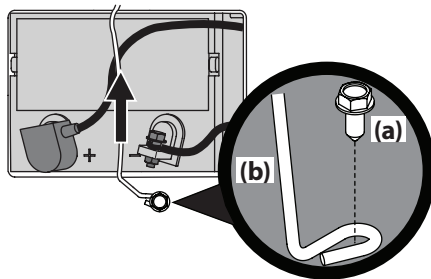

Figure 4-11
- Retirez le boulon hexagonal (a) qui fixe la tige de retenue de la batterie (b) au châssis. Faites pivoter la tige de retenue de la batterie (b) vers le haut et retirez la batterie. Voir Figure 4-11.